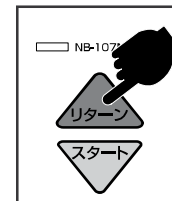

図19
- ドリルや押さえアームが下降中、緊急にドリルを上昇させたい時には、ドリルリターンスイッチを押してください。 **図19 参照**